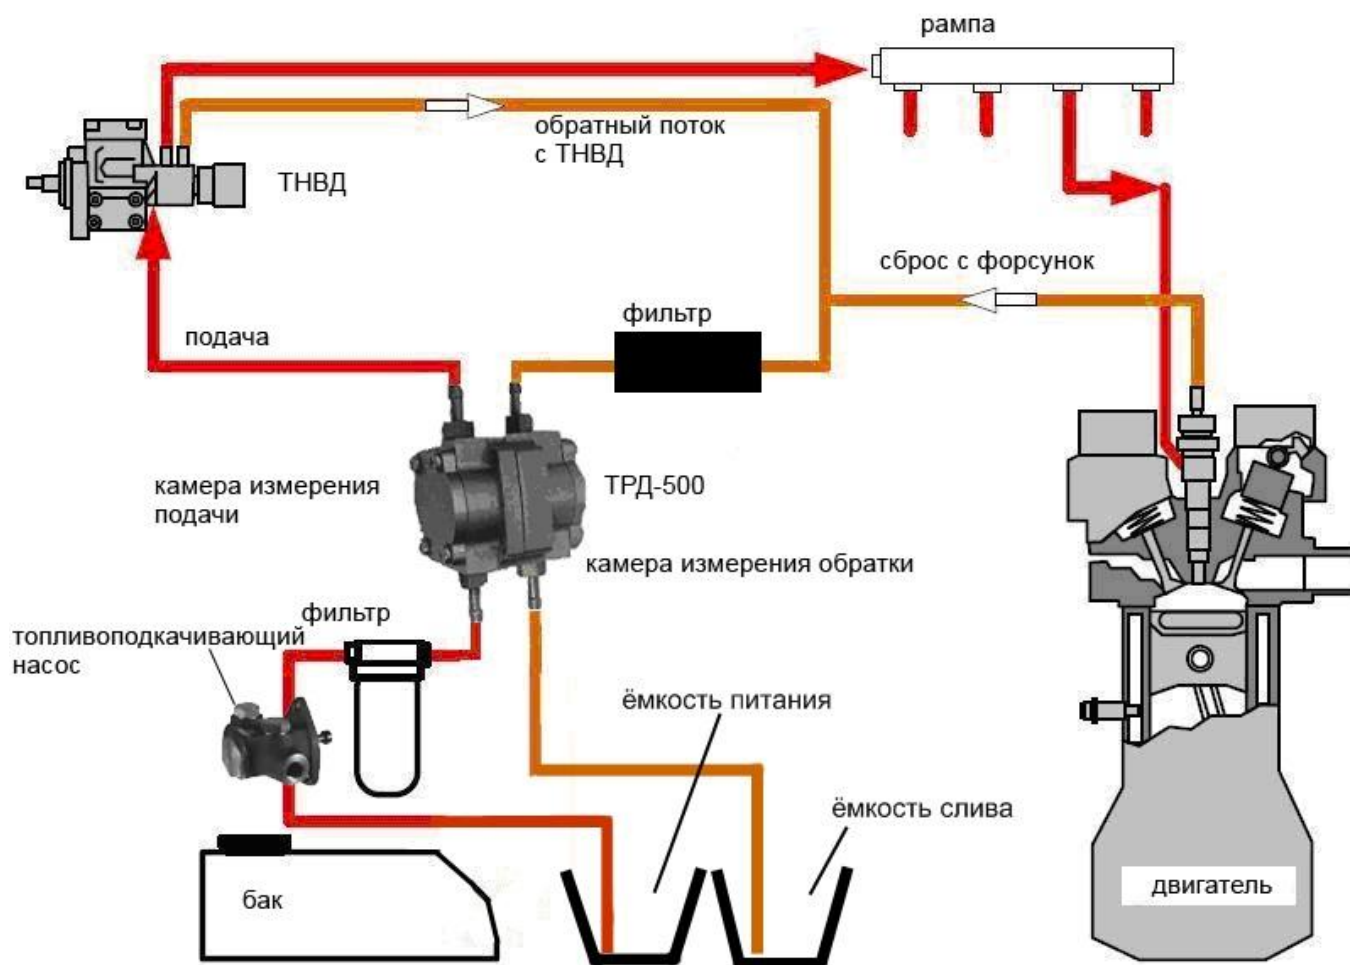

рис.6 Схема установки ТРД-500 при проливке.
6. Отсоединить магистраль подачи и обратки от бака и направить их в ёмкость питания и слива. (см. рис.6). Пре перебрасывании шлангов не допускать попадания воздуха в шланг подачи, при необходимости прокачать систему топливоподачи.